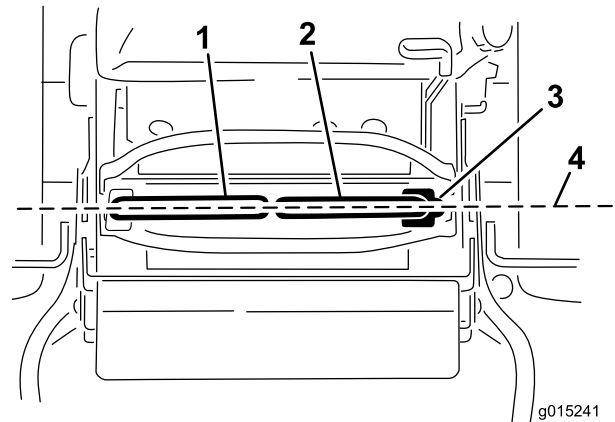

Bild 19
Wichtig: Stellen Sie sicher, dass die Spur des Rasenmähers nach dem Einstellen der Fahrtriebshebel richtig ist. Stellen Sie die Spur ein und nivellieren Sie gleichzeitig die Fahrtriebshebel in der Längsrichtung (Bild 19).
1. Prüfen Sie nach dem Einstellen der horizontalen Ausrichtung die Ausrichtung in Längsrichtung (Bild 19).